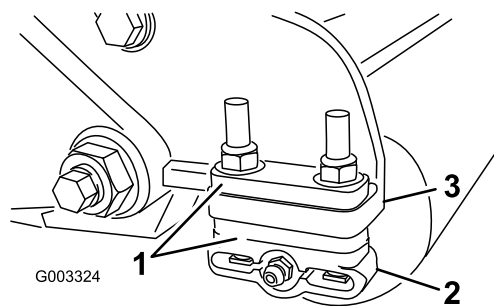

**Figure 13**
3. À une extrémité du cylindre, insérez une bande de papier journal entre le cylindre et la contre-lame (Figure 13). Tout en tournant lentement le cylindre en avant, tournez la vis de réglage de la barre d'appui dans le sens horaire (du même côté du cylindre) (Figure 12), un cran à la fois, jusqu'à ce que le papier soit pincé légèrement lorsque vous l'introduisez par l'avant, parallèle à la contre-lame. Vous devriez sentir une légère résistance lorsque vous tirez sur le papier.
5. Vérifiez ensuite si le cylindre peut saisir le morceau de papier inséré par l'avant et le couper lorsqu'il est inséré perpendiculairement à la contre-lame (Figure 13). Normalement, le papier doit être coupé avec un minimum de contact entre la contre-lame et les lames du cylindre. Si vous sentez un frottement ou un contact excessif du cylindre, vous devez alors roder ou rectifier les lames pour obtenir les tranchants nécessaires à une coupe de précision (voir le Manuel d'affûtage pour tondeuses rotatives et à cylindres Toro, Form No. 80-300PT).